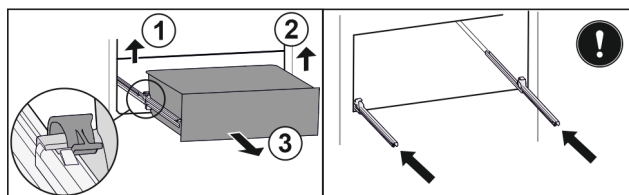

Fig. 113
- ▶ Приподнимите левый зажим и одновременно вытяните движением вперед выдвижной ящик слева. Fig. 113 (1)
- ▶ Приподнимите правый зажим и одновременно вытяните движением вперед выдвижной ящик справа. Fig. 113 (2)
- ▶ Извлеките выдвижной ящик движением вперед. Fig. 113 (3)